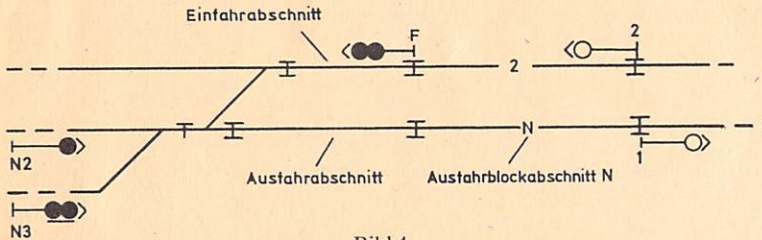

Bild 4
- (3) Die Selbstblocksignale werden in der Regel zusammen mit den Bahnhofssignalen auf Tag- oder Nachtspannung umgeschaltet. Beim Umschalten ist die Anzeige des zugehörigen Tag/Nachtspannungsmelders zu beobachten. Er wechselt die Ausleuchtung erst, wenn alle Selbstblocksignale umgeschaltet sind. Befindet sich der Tag/Nachtspannungsmelder für die Selbstblocksignale bei einer benachbarten Betriebsstelle, hat diese die Umschaltung zu veranlassen. **Tag/Nacht-schaltung**
- (4) Für die selbsttätige Gleisfreimeldung werden Gleisstromkreise oder Achszähler verwendet. Die Blockabschnittsmelder sind in Grundstellung dunkel (Blockabschnitt nicht besetzt); sie leuchten rot bei besetztem Blockabschnitt. **Gleisfrei-meldung**
- (5) a) Ausfahrtsignale und Blocksignale von Abzweigstellen können auf Fahrt gestellt werden, wenn der Melder des Ausfahrblockabschnittes (vgl. Bild 4) und der Ausfahrsperrmelder dunkel sind. **Fahrt auf die Strecke**